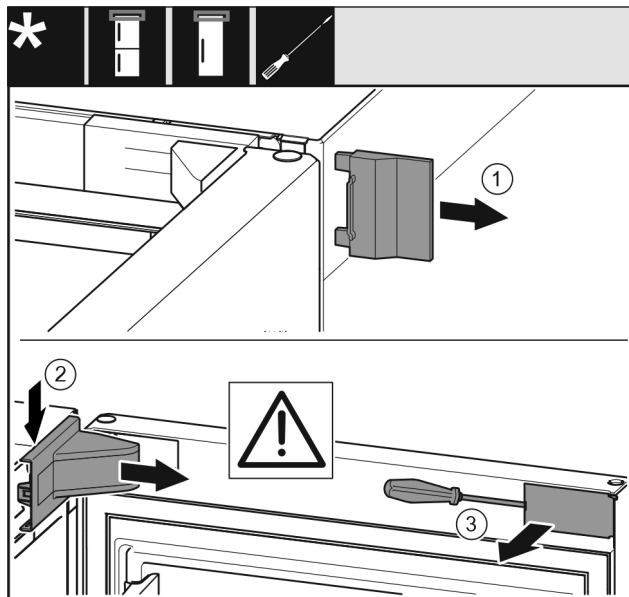

Fig. 6
- ▶ Sejměte vnější kryt. Fig. 6 (1)
- ▶ Odjistěte a uvolněte kryt stojanu ložiska. Sejměte kryt stojanu ložiska. Fig. 6 (2)
- ▶ Plochým šroubovákem vyjměte záslepku a otočte ji ke straně. Fig. 6 (3)